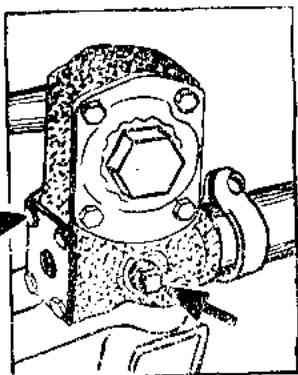

Рис. 19. Рулевой механизм. Стрелка указывает место слива масла.
1. Уровень масла в рулевом механизме должен быть на 20 мм ниже верхней кромки паливного отверстия. Для слива масла отвертывайте нижний правый болт крепления передней крышки рулевого механизма (рис. 19).
два ТО-2 (на третий) генератор разберите, подшипники промойте в керосине, высушите и смажьте смазкой ЦИАТИМ-201. Допустимо применение смазки УТВ (1-13), но при этом замену ее делайте через одни ТО-2. Если передний подшипник не снимается (из-за отсутствия крепления передней крышки рулевого механизма (рис. 19).